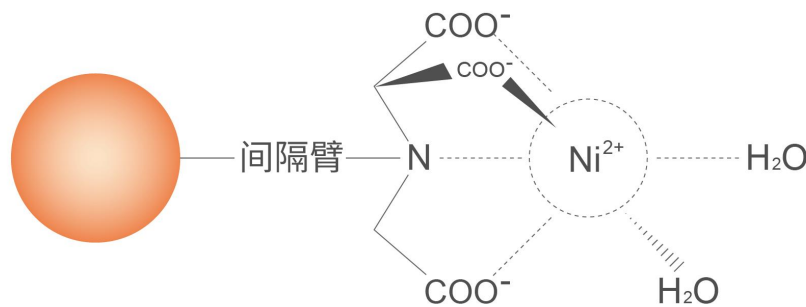

图 1. Ni NTA Beads HF 化学结构示意图
**Ni NTA Beads HF** 是一种新型固定化金属离子亲和层析 (IMAC) 介质, 螯合有非常牢固的 Ni 离子 (产品结构见图 1 所示), 具体性能见表 1。**Ni NTA Beads HF** 主要用于捕获和纯化分泌到真核细胞 (即哺乳动物和昆虫) 培养上清的组氨酸标记蛋白。它可以在含有 EDTA 及 DTT 的情况下进行目的蛋白高效的纯化。该介质同样能够应用于各种表达系统胞内表达蛋白的纯化, 而且其选择性更高, 纯化获得的目的蛋白纯度更好。**Ni NTA Beads HF** 有很强的组分兼容性, 适用于广泛底物及盐浓度的缓冲条件。